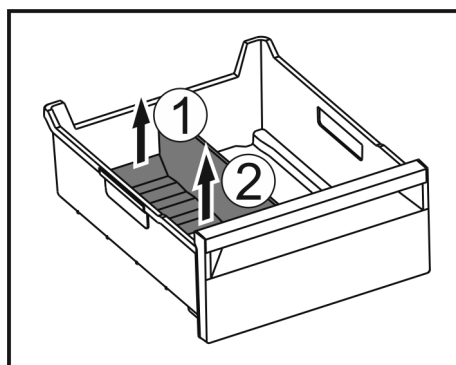

Fig. 54
- ▶ Dvignite zadnji del pregrade predala za led. Fig. 54 (1)
- ▶ Pregrado predala za led odstranite navzgor. Fig. 54 (2)